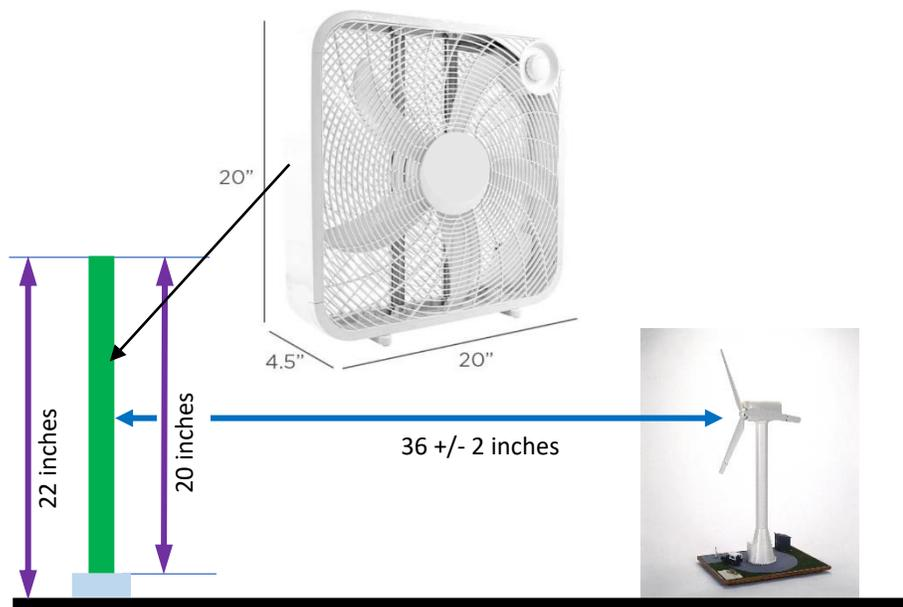

Fig.1, mise à l'essai du modèle d'éolienne sur une table avec ventilateur carré soulevé à 2 po au-dessus de la surface de la table
Essai : En raison des restrictions imposées par la pandémie de COVID-19, chaque équipe devra installer et procéder à l'essai de l'éolienne à son école. Une configuration pour effectuer l'essai est illustrée dans la fig 1, l'écoulement de l'air pour l'environnement d'essai est généré au moyen d'un ventilateur carré à 3 vitesses de 20 po de diamètre qui sera surélevé et fonctionnera à la vitesse numéro deux (2), la vitesse moyenne du ventilateur. Les spécifications concernant le ventilateur sont fournies dans la liste des outils, Tableau 2. Le modèle d'éolienne est placé à trois (3) pieds de distance du ventilateur et peut être rapproché ou éloigné de deux (2) pouces du ventilateur pour obtenir de meilleurs résultats. Les fils de la génératrice (moteur à courant continu) sont branchés à une résistance de valeur fixe à l'aide d'une lampe à DEL. La puissance de sortie est calculée en mesurant le courant électrique et la tension,